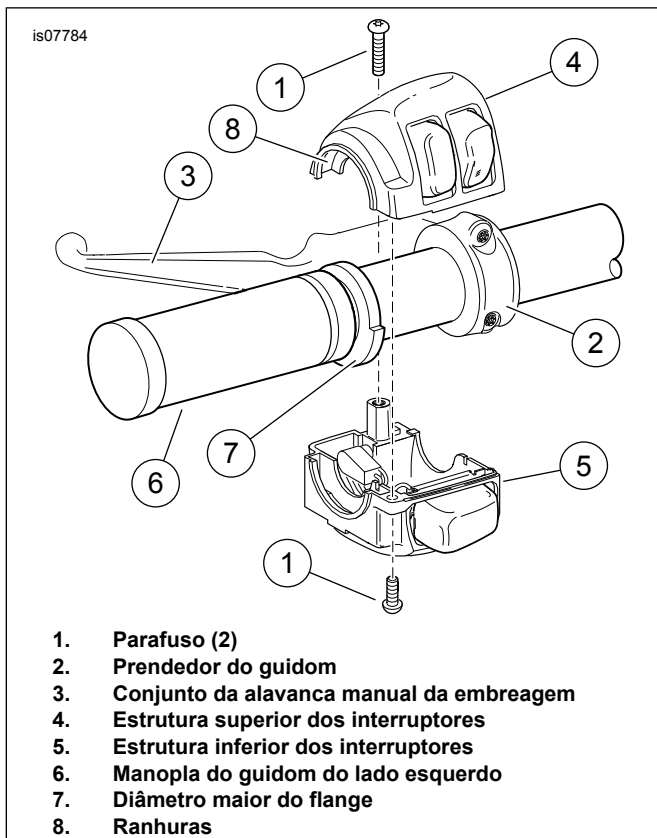
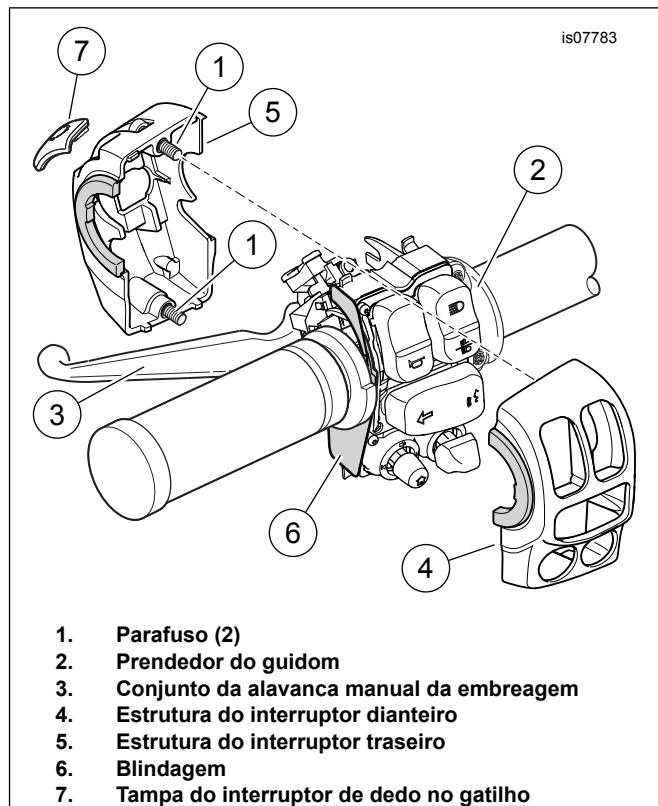

Figura 1. Estrutura do interruptor do guidom esquerdo (Touring ano 2008 a 2013 e Softail ano 2006 e posteriores)
Figura 2. Estrutura dos interruptores do lado esquerdo do guidom (Touring ano 2014 e posteriores)
- a. Veja Figura 1 ou Figura 2. Afrouxe os dois parafusos (1) e o prendedor do guidom (2).
- b. Posicione o conjunto da alavanca manual da embreagem (3) longe da estrutura do interruptor.
- Veja Figura 1 . Posicione a manopla aquecida do lado esquerdo (6) de forma que a parte com diâmetro maior do flange (7) fique na parte inferior. Empurre a manopla totalmente no guidom.
- Posicione a estrutura inferior dos interruptores debaixo da manopla. As ranhuras (8) no lado externo da estrutura do interruptor devem encaixar sobre o flange na extremidade da manopla.
1. Veja Figura 2 . **Modelos ano 2014 e 2015:** Verifique se o protetor (6) está na posição correta no lado externo do módulo do interruptor.
- a. Instale as seções da estrutura do interruptor (4, 5) no módulo do interruptor. Aperte os parafusos cativos (1) até ficarem bem ajustados.
- b. Instale o conjunto da alavanca de controle da embreagem (3).
- c. Instale o prendedor do guidom (2) com os dois parafusos removidos anteriormente, mas não aperte.
- e. Deslize para a direita a tampa do interruptor de dedo no gatilho (7) para instalar.